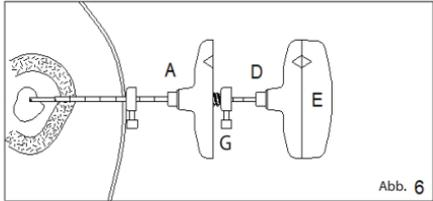

Abb. 6
ABB. 6 Führen Sie die Biopsienadel mit angebrachtem Griff (D+E) über die Kanüle (A) ein. Drehen Sie die Biopsienadel (D+E) vorsichtig im Uhrzeigersinn bis die gewünschte Biopsietiefe erreicht ist (oder bis die Tiefenlehre (G) der Biopsienadel (D) das Luer-Ende der Kanüle (A) erreicht). Anschließend drehen Sie die Biopsienadel mit Griff (D+E) gegen den Uhrzeigersinn und entfernen sie. Entfernen Sie den Griff (E) von der Biopsienadel (D); führen Sie den Auswerferstift (F) über die Biopsienadel (D) vom Luer-Ende aus ein und werfen Sie die Probe aus.